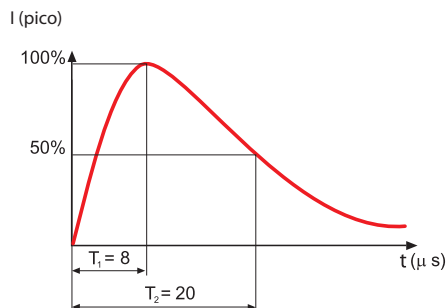

Figura 6: Forma de onda de corrente 8/20  $\mu s$
**$U_{oc}$ :** Tensão de teste. Isto corresponde ao valor de pico da tensão em vazio do gerador de prova do tipo combinado; tem uma forma de onda de 1.2/50  $\mu s$  (Figura 7) e é capaz de entregar simultaneamente uma forma de onda de corrente de 8/20  $\mu s$  (Figura 6).